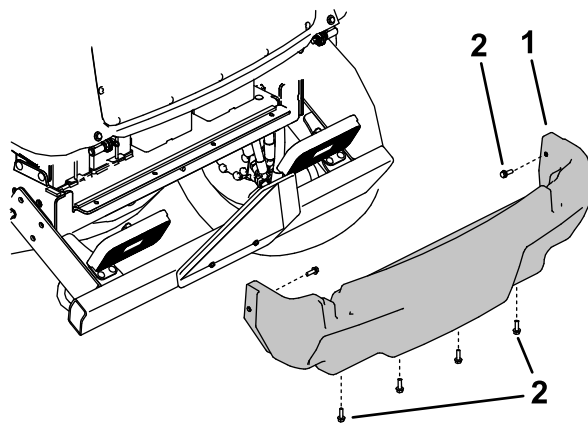

図 112
5. 後シュラウドをフレームに固定しているフランジねじ 6 本を外して後シュラウドを外す 図 112。
4. 後シュラウドを取り付ける 図 112。